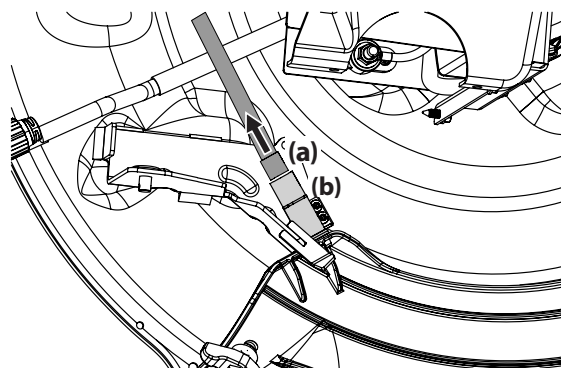

Figura 20
- Desconecte el conector del cable (a) del interruptor de seguridad (b) de la parte trasera del canal de descarga. Consulte la Figura 20.
- Conecte el conector del cable (a) en el interruptor de seguridad (b) de la parte trasera del canal de descarga. Consulte la Figura 20.
**Nota:** Asegúrese de reconectar el conector del cable al interruptor de seguridad en la Figura 20; el montable no funcionará si el interruptor de seguridad no está correctamente conectado.